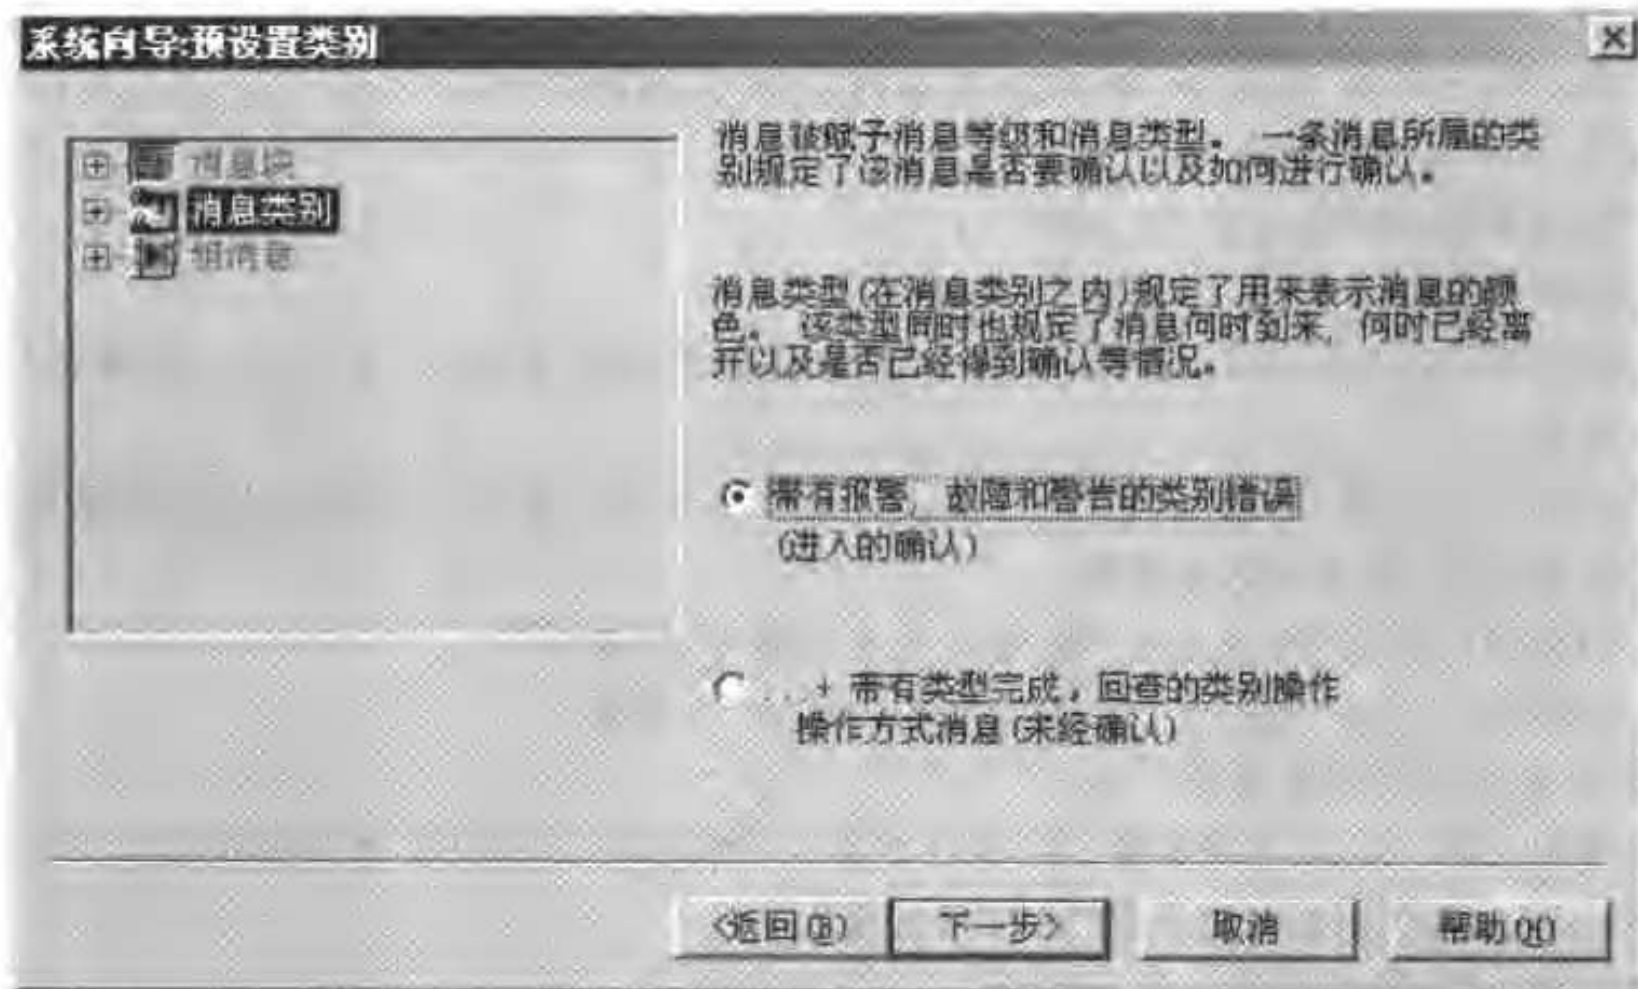

图 8-2 选择消息类别和类型
- 打开“系统向导:预设置类别”对话框,选中“带有报警,故障和警告的类别错误(进入的确认)”,如图 8-2 所示,单击“下一步”。